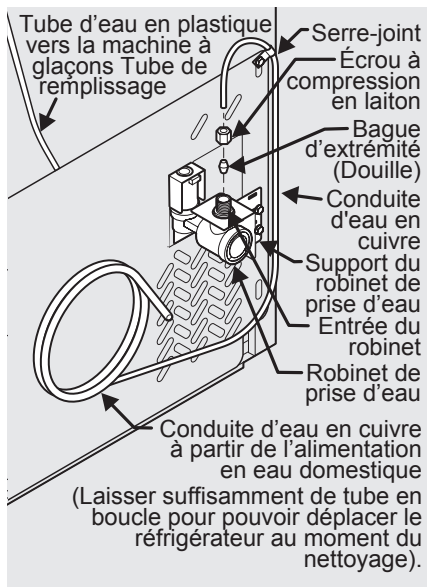

Figure 1
4. Si vous utilisez des tubes en cuivre - Glissez l'écrou à compression en cuivre, puis la bague d'extrémité (douille) sur la conduite d'alimentation en eau. Poussez la conduite d'alimentation en eau dans l'entrée du robinet de prise d'eau aussi loin que possible (6 mm - $\frac{1}{4}$ po). Glissez la bague d'extrémité (douille) dans l'entrée du robinet et serrez l'écrou de compression à la main dans le robinet. Serrez d'un autre demi-tour avec une clé ; NE PAS serrer trop fort. Voir Figure 1.